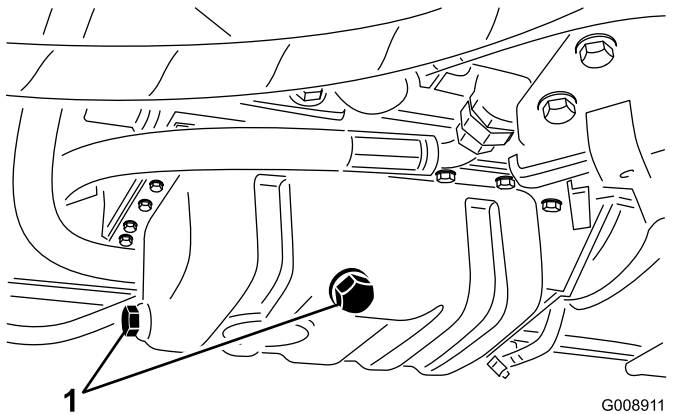

Figura 65
3. Îndepărtați oricare dintre buzoanele de golire (Figura 65) și lăsați uleiul să curgă într-o tavă de golire; când uleiul încetează să curgă, montați buzonul de golire.